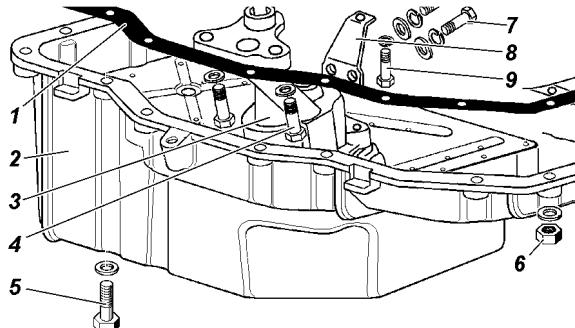

Рис. 4.28. Снятие масляного картера и масляного насоса:
- снимите масляный картер и масляный насос (рис. 4.28);